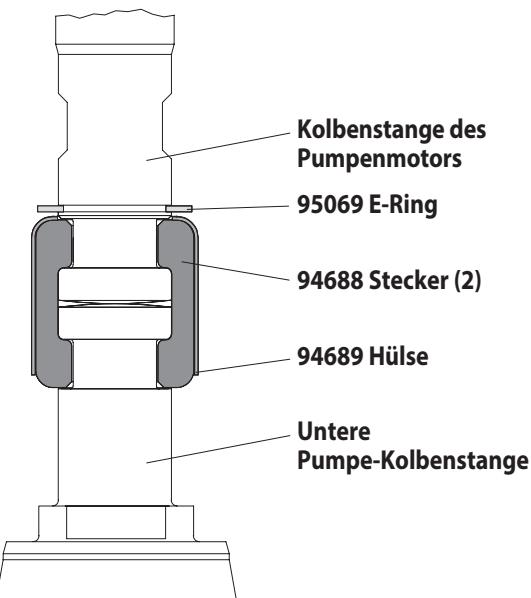

Abbildung 2
- Mit e-Ring Zangen, schieben Sie den (95069) E-Ring nach oben weit genug um die Hülse zu bewegen nach oben und lassen Sie die zwei Anschlüsse (siehe Abbildung 2) zu ermöglichen. Legen Sie die Druckluftmotors beiseite.